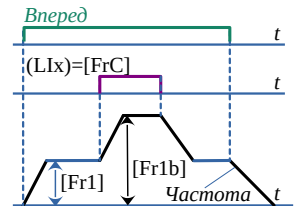

Рисунок 7.1: Перемикання завдань
- **[DI1]...[DI6] (LI1)...(LI6)** – перемикання завдань здійснюється за сигналом на одному з логічних входів DI1...DI6 (якщо призначений вхід у стані 0, то активний канал 1, інакше – канал 2). Поведінка ПЧ під час перемикання завдань показана на рис. 7.1.